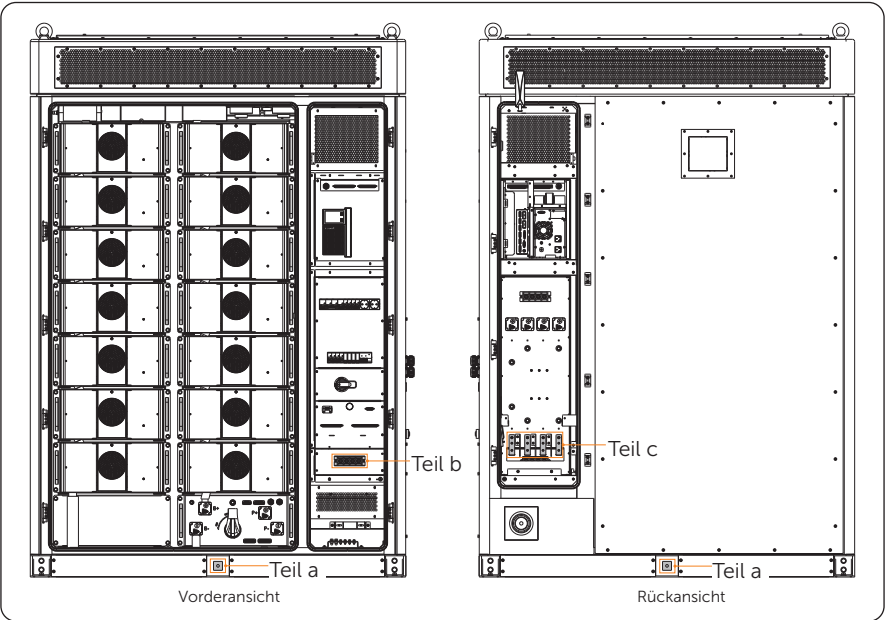

Abbildung 7-1 Zu verdrahtender Teil
- Vor der Verdrahtung müssen sich die Bediener darüber informieren, welche Teile verdrahtet werden müssen. Einzelheiten hierzu finden Sie in Abbildung 7-1.
Das Gerät unterstützt den Anschluss an die Erdungsplatte und den PE-Anschluss. Bezüglich des Verdrahtungsbereichs, siehe **Teil a** in „Abbildung 7-1 Zu verdrahtender Teil“, befolgen Sie bitte genau die folgenden Schritte.